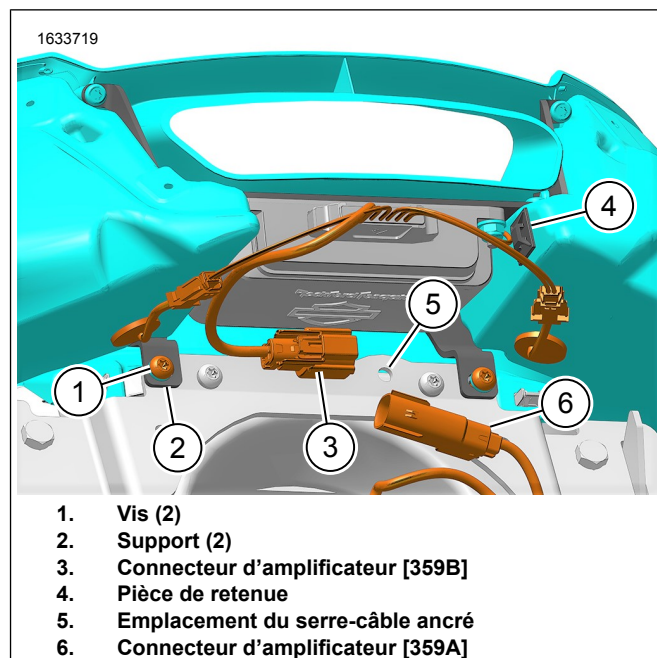

Figure 9. Sous-ensemble système audio
5. Voir la figure 9. Aligner le support (2) avec les trous de montage sur le carénage inférieur intérieur.
6. Poser les vis (1). Serrer.
7. Voir la figure 9. Connecter le connecteur de l'amplificateur [359B] (3) au connecteur [359A] (6).